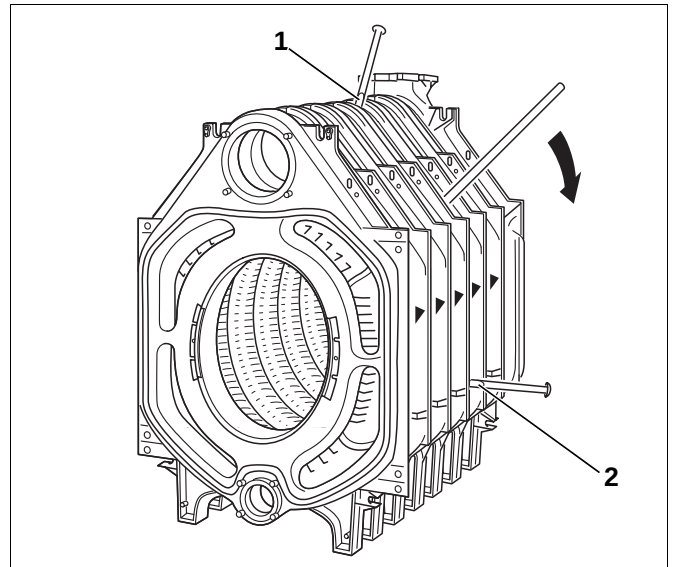

Abb. 27 Kesselblock trennen
- Durch Eintreiben (Einschlagen) von Flachkeilen oder Meißeln an den vorgesehenen Stellen (Abb. 27, **Pos. 1** und **2**, oben und unten zwischen den Kesselgliedern) den Heizkessel an der undichten Stelle trennen.